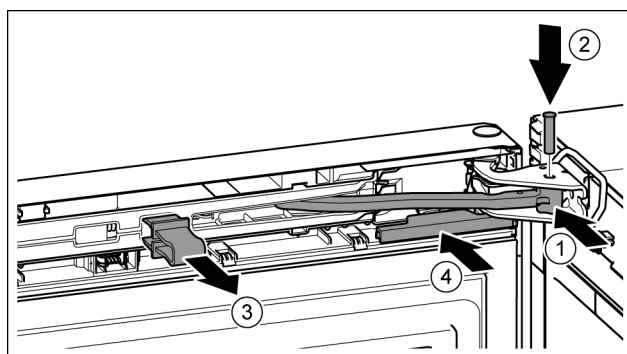

Fig. 22
- ▶ 铰链转入托架。Fig. 22 (1)
- ▶ 将螺栓插入托架和铰链。同时注意止动凸轮需正确地处于凹槽中。Fig. 22 (2)
- ▶ 取下保险装置。Fig. 22 (3)
- ▶ 插入盖板。Fig. 22 (4)